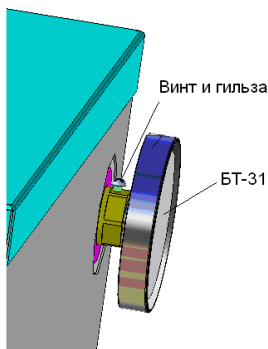

Рис.7 Термометр для котлов **КС-Т-11п и КС-Т-15п**
5.3.2 На котлы КС-Т-11п и КС-Т-15п установить на боковую поверхность термометр БТ-31 (табл.2). С термометра БТ-31 снять винт М3 и гильзу (**рис.7**). Резьбовую часть гильзы уплотнить лентой ФУМ, закрутить в бобышку на котле. Термометр БТ-31 надеть на гильзу и закрепить винтом М3.